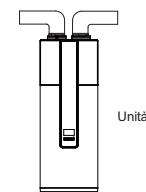

Figura 3-13
- Se la pioggia penetra nei componenti interni dell'unità, i componenti potrebbero danneggiarsi o causare pericoli fisici. (Figura 3-13)
- Nel caso in cui l'unità sia collegata al condotto che raggiunge l'esterno, è necessario adottare una misura sicura resistente all'acqua sul condotto, per evitare che l'acqua penetri all'interno dell'unità. (Figura 3-13)